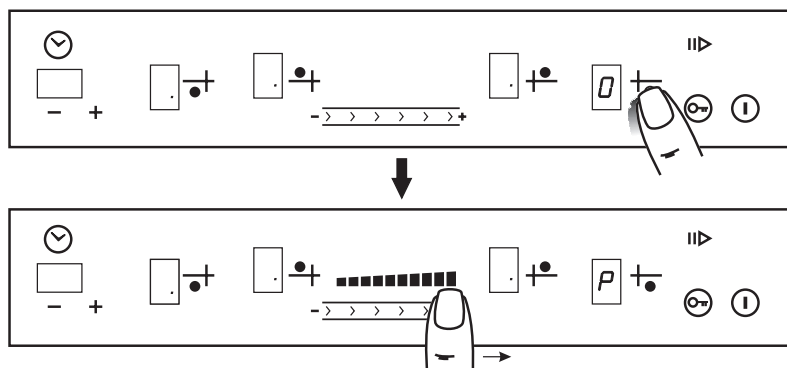

Рис.4
1. Коснуться зоны с обозначением выбранной конфорки, после чего конфорка перейдет в режим управления. В соответствующем окне индикации загорится «0» (рис.4), во всех остальных окнах загорится точка.